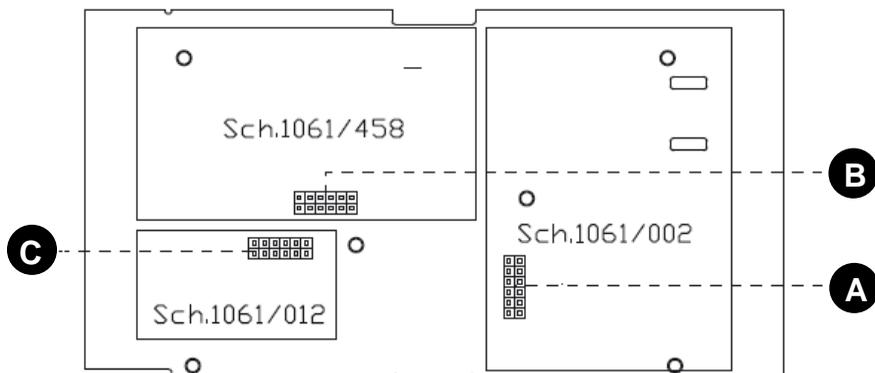

Figura 7 – Connettori per espansioni nella scheda madre
3. Inserire il Comunicatore telefonico PSTN sulla scheda madre (vedere figura 7 per individuare la posizione del connettore).
- Inserire il Modulo GSM sulla scheda madre (vedere figura 7 per individuare la posizione del connettore).
3. Inserire la Scheda a sintesi vocale sulla scheda madre (vedere figura 7 per individuare la posizione del connettore).